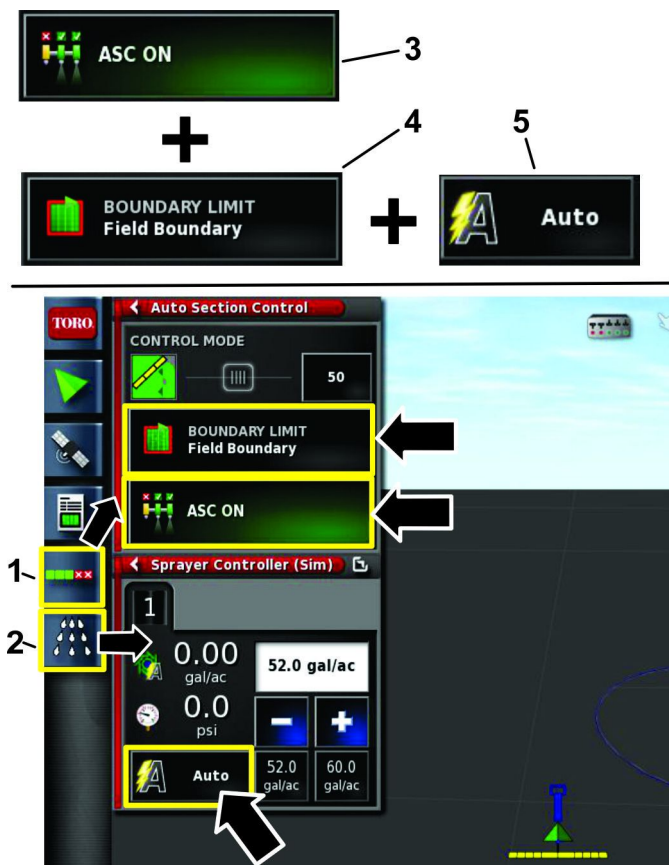

Figura 22
- Selezionate l'icona Configurazione controllo automatico delle sezioni (icona ASC) e l'icona di controllo dell'irroratrice per aprire queste schermate (Figura 22).
- Selezionate l'impostazione ON per l'icona ASC, l'impostazione CONFINE DELL'AREA come limite dei confini e l'impostazione AUTO come controllo del volume (Figura 22).